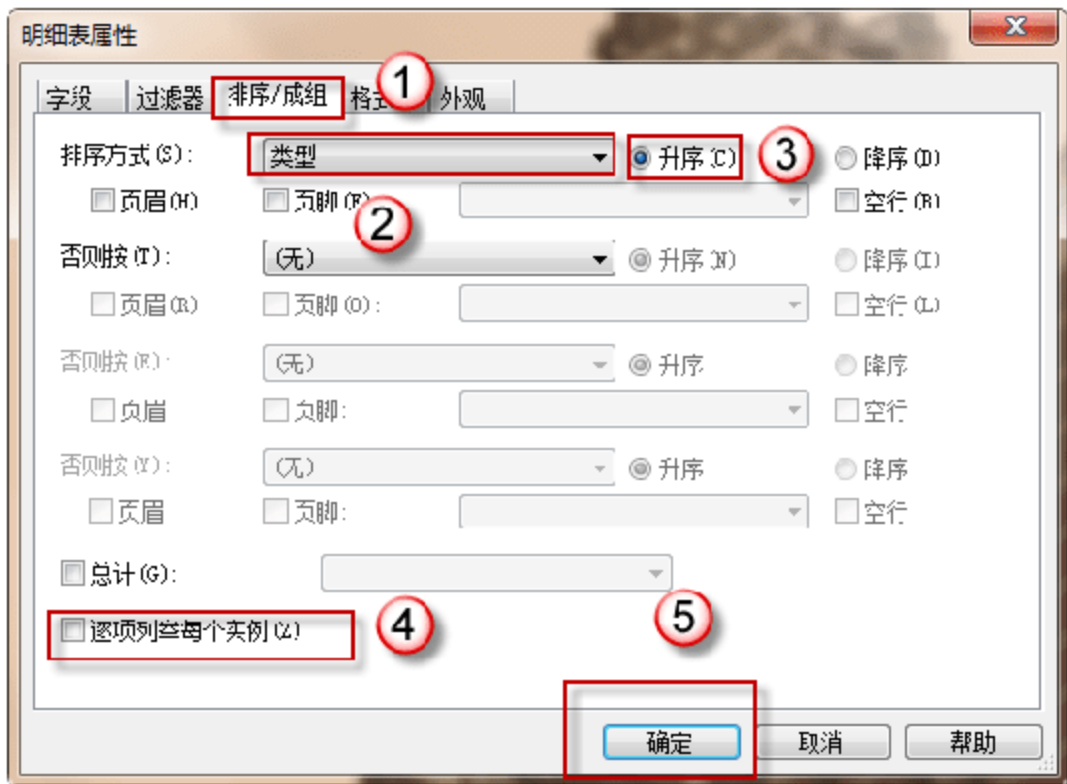

图 13.3.4 “排序/成组”选项卡
(4) 设置新建明细表排序/成组。切换至“排序/成组”选项卡，设置“排序方式”为“类型”，排序顺序为“升序”；取消“逐项列举每个实例”复选框的选择，即 Revit 将按门“类型”参数值在明细表中汇总显示各已选字段，如图 13.3.4 所示。